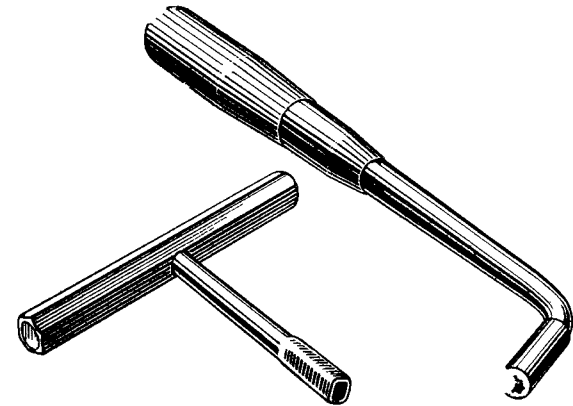

Рис. 8. Т-образный и Г-образный ключи
**Инструменты для настройки.** Основным инструментом для настройки является Г-образный ключ, в отличие от Т-образного (торцового), употребляемого в основном при постановке струн (см. рис. 8). Ныне почти все настройщики пользуются ключами с восьмигранным отверстием. Однако следует сказать, что преимущество восьмигранного перед четырехгранным отверстием заключается лишь в том, что в любом положении рука может надеть ключ на колок. Но при малейших изменениях в диаметре колков сработанные грани не дают возможности пользоваться ключом с восьмигранным отверстием, а квадратный ключ берет колки разных диаметров, в том числе и те, у которых сносились грани.
тунный наконечник с резьбой, в который и завинчивается стальной ключ. Отверстие имеет не цилиндрическую, а конусообразную форму, поэтому на станке сделать полностью его трудно, приходится дорабатывать напильником вручную. Еще лучше, если ключ кованый. Автор первые свои ключи делал из велосипедных pedalных осей, имевшихся в продаже. В утолщенной части оси просверливалось отверстие, в него вставлялся колок и затем на рельсе с помощью удара молотка ему придавалась необходимая форма по колку (см. рис. 8).
1) Г-образный ключ для настройки, лучше разборный с двумя или тремя ввинчивающимися в ручку стальными Г-образными основаниями, имеющими восьмигранные конусные отверстия (см. рис. 8).
2) Т-образный (или торцовый) ключ (см. рис. 8). В ручку под прямым углом вставляется в четырехгранное отверстие торцовый ключ; для большей надежности его можно привинтить большим винтом виотай, чтобы не портить рук. Лучше иметь двух или трех размеров.